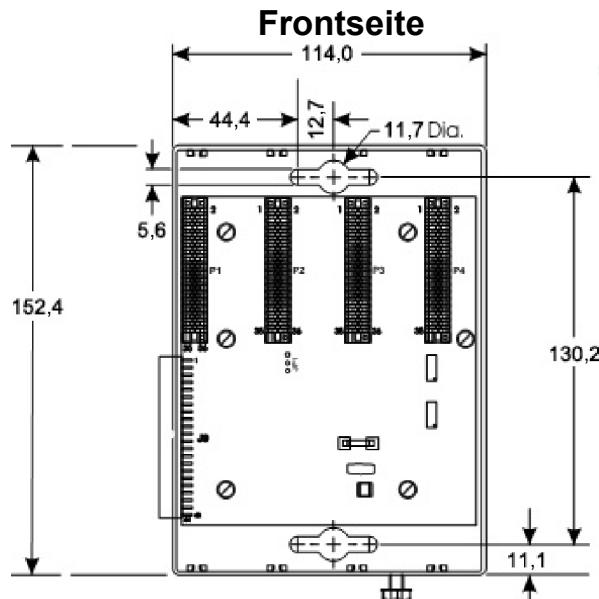

Abbildung 3. Abmessungen des ControlWave Micro-Erweiterungsgehäuses mit 4 Steckplätzen (in Millimetern)
- Erweiterungsgehäuse. Das Erweiterungsgehäuse rechts neben dem Basisgehäuse positionieren und die Montagebohrungen unter Verwendung des Erweiterungsgehäuses als Schablone ermitteln (Abmessungen siehe *Abbildung 3*).